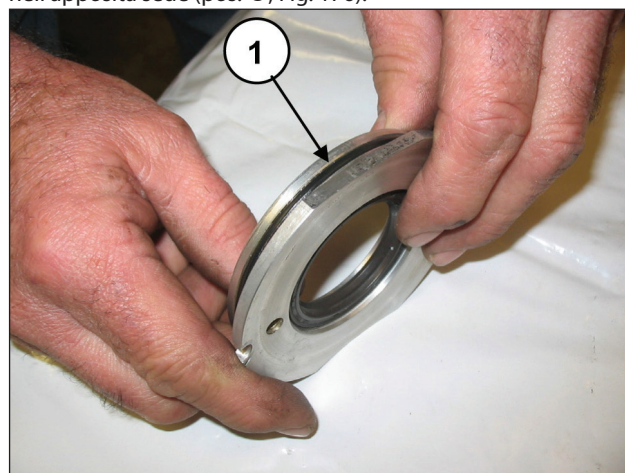
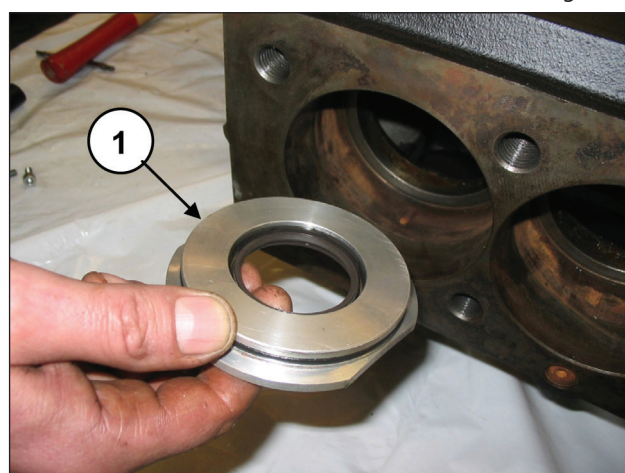

Fig. 175
Fig. 176
Posizionare l'O-ring (pos. ①, Fig. 175) nella sede del coperchio paraolio ed inserire il gruppo montato all'interno del carter nell'apposita sede (pos. ①, Fig. 176).